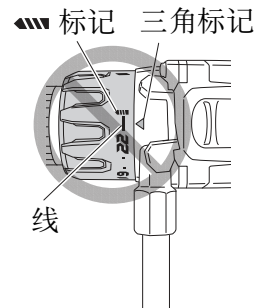

图 12
- 当离合器转盘位于“22”和钻机标记“”之间时, 请勿使用本机, 否则会造成损坏。(请参照图 12)